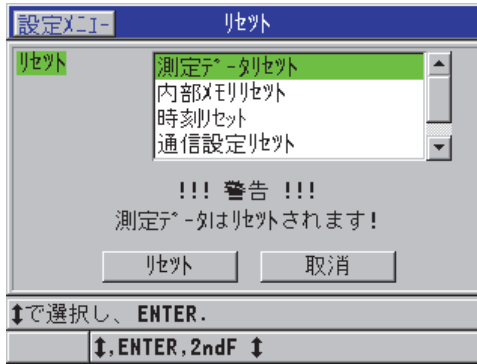

図 12-1 リセット機能をオンにする
2. リセット画面で、以下の操作を行います（207 ページの図 12-1 を参照）。